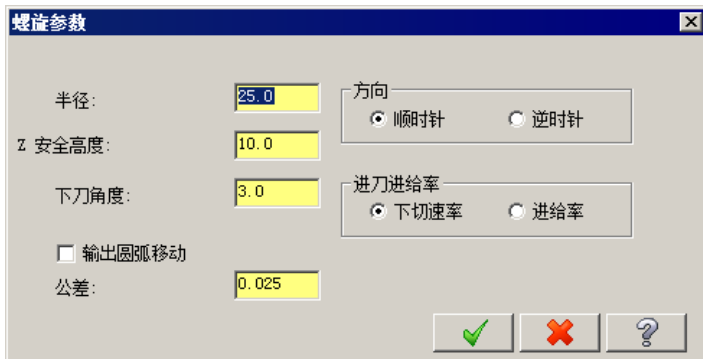

图 5.7.6 “螺旋参数”对话框
- ☒ ☒ **打断** 单选项：用于在两区段间小于定义间隙值的位置插入成直角的刀具路径。用户可以通过单击 **间隙设置 (G)...** 按钮对间隙设置的相关参数进行设置。
- ☒ ☒ **斜降** 单选项：用于在两区段间小于定义间隙值的位置插入与 Z 轴成定义角度的直线刀具路径。用户可以通过单击 **间隙设置 (G)...** 按钮对间隙设置的相关参数进行设置。
- ☒ ☒ **沿着曲面** 单选项：用于在两区段间小于定义间隙值的位置插入与曲面在 Z 轴方向上相匹配的刀具路径。用户可以通过单击 **间隙设置 (G)...** 按钮对间隙设置的相关参数进行设置。
- **螺旋 (H)...** 按钮：用于设置螺旋下刀的相关参数。螺旋下刀的相关设置在该按钮前的复选框被选中时方可使用，否则此按钮为不可用状态。单击此按钮，系统弹出图 5.7.6 所示的“螺旋参数”对话框，用户可以通过此对话框对螺旋下刀的参数进行设置。